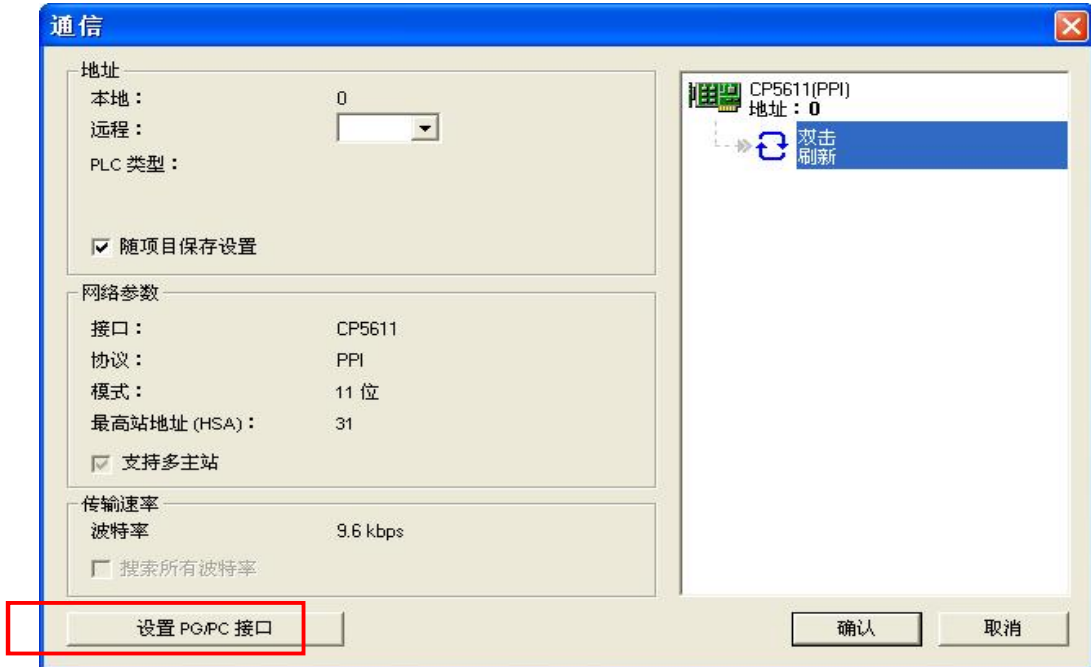
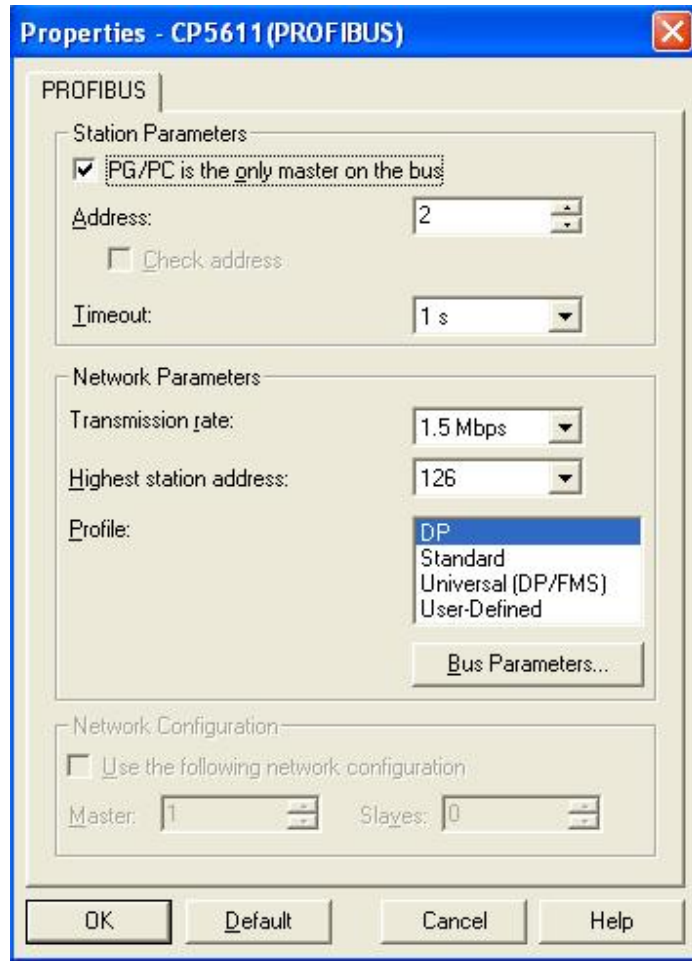

图 16
图 18
1. 打开 STEP7-Micro/win 软件，生成 S7-200 项目，双击“通讯”功能图标，配置 Micro/win 与 S7-200CPU 的连接，如图 16
点击“ Properties” 核对网络参数如图 18，点击“ OK” 返回图 16，